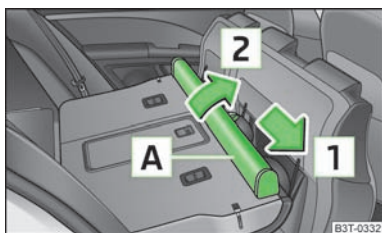

Fig. 81
- > Poussez le boîtier du filet de séparation **A** » fig. 81 dans le sens de la flèche **1** et sortez-le du logement des sièges arrière dans le sens de la flèche **2**.